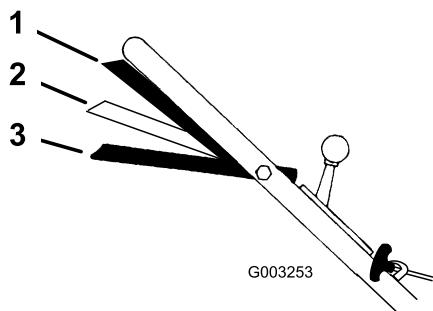

Bild 15
1. Stellen Sie den Fahrgeschwindigkeitshebel auf die Neutralstellung (N).
3. Drücken Sie den Schaltbügel gegen den Griff in die Lauf-/Fahr-Stellung (Bild 15).
Lauf-/Fahr-Stellung gedrückt ist, da das Getriebe beschädigt werden kann. Der Schaltbügel sollte in der Lauf-/Schalten-Stellung (Bild 15) sein, wenn Sie die Fahrgeschwindigkeit ändern.